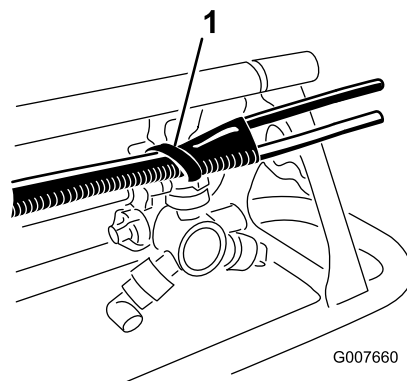

Рисунок 8
- B. Выверните конец шланга по концу верхней штанги. Прикрепите пенный шланг к поперечине пластиковыми хомутами, используя отверстия на поперечине (Рисунок 8).